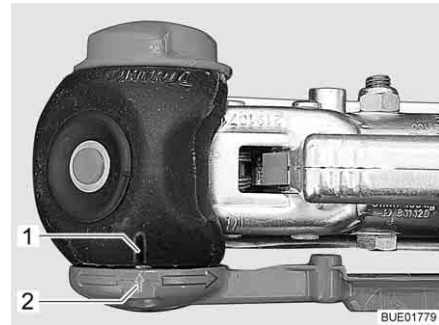

Fig. 5 Control "AKS cerrado"
- Empujar la palanca de estabilización hacia abajo hasta que la marca de la palanca de estabilización (Fig. 5,2) coincida con la de la carcasa de estabilización (Fig. 5,1).